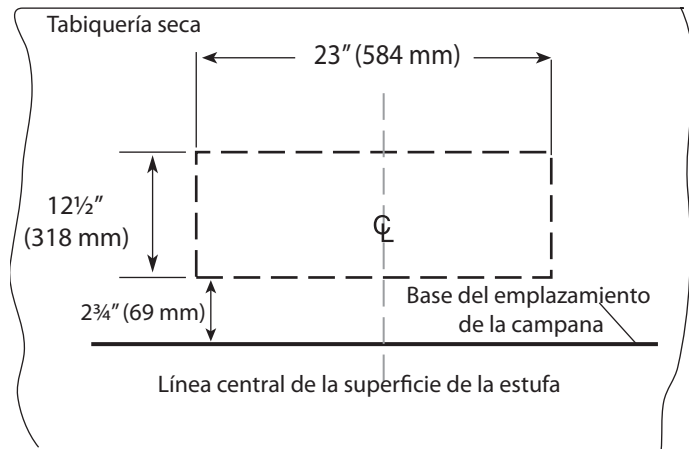

Figura 9: Dimensiones de la abertura
Orientación de la salida: Para una salida horizontal, se debe hacer una abertura semejante a la ilustrada en la *Figura 9* en la pared para dejar espacio al racor. La altura de montaje de la campana determina la ubicación de la abertura.
4. Para una salida horizontal, use la *Figura 9* en la página 10 para saber la forma de la abertura necesaria para que pase el racor.